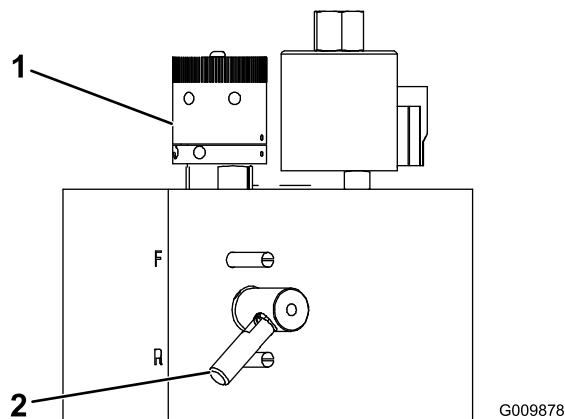

Figura 64
3. Girate la manopola di lappatura sul blocco valvole (Figura 64) in senso orario in posizione di lappatura. Girate la manopola di velocità dei cilindri (Figura 64) in posizione 1.